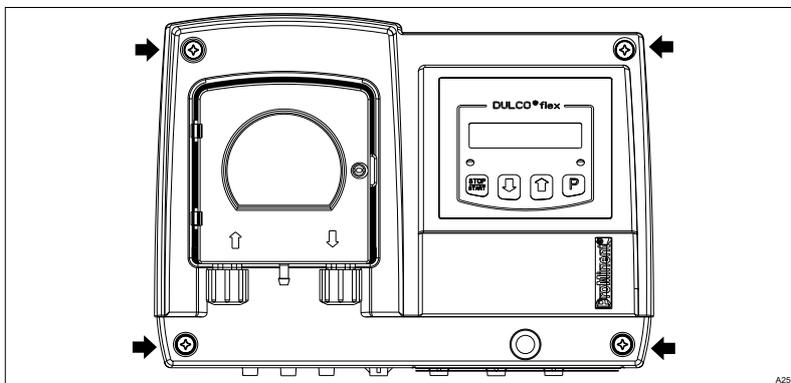

Fig. 7: 4 tornillos (flechas) en la parte superior de la carcasa
2.  Suelte los 4 tornillos de la parte superior de la carcasa, Fig. 7.